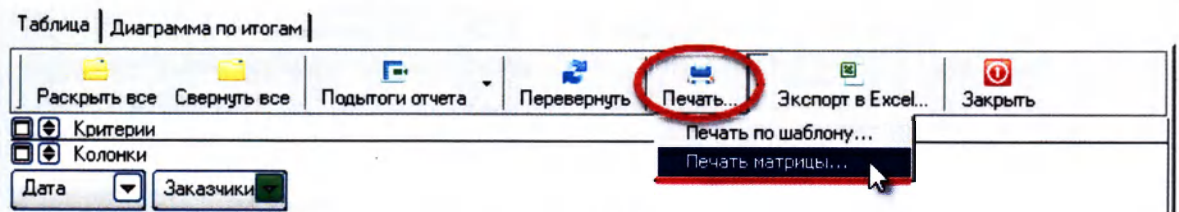

Рисунок 15.24
12. Чтобы распечатать матрицу сформированного отчета, нажмите кнопку «Печать» → «Печать матрицы» (Рисунок 15.24):